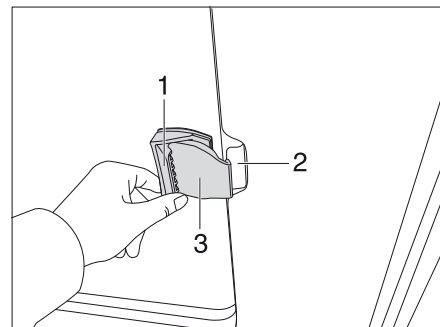

Bild 69 Skjutfönster utan lås
- Dra handtagssluckan (Bild 69,1) och skjut handtaget samtidigt framåt eller bakåt.